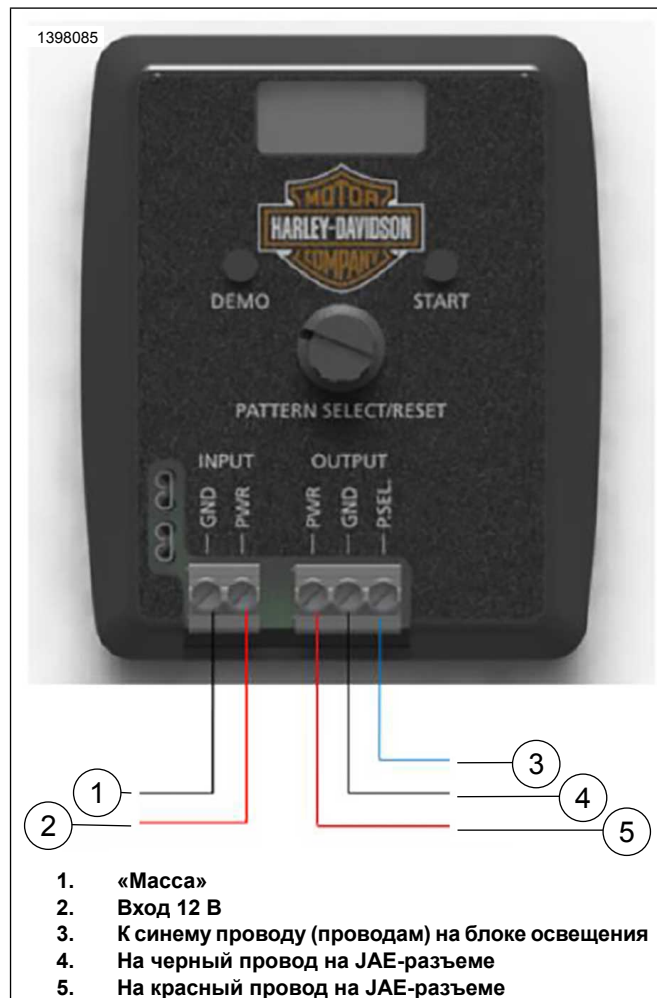

Рисунок 3. Настройка программирования схемы
1. См. рис. 3. Подключите источник питания на 12 В к световому PSCP.
2. См. рис. 3. Подсоедините блок освещения к ВЫХОДНЫМ клеммам на PSCP (требуется провод от дилера).